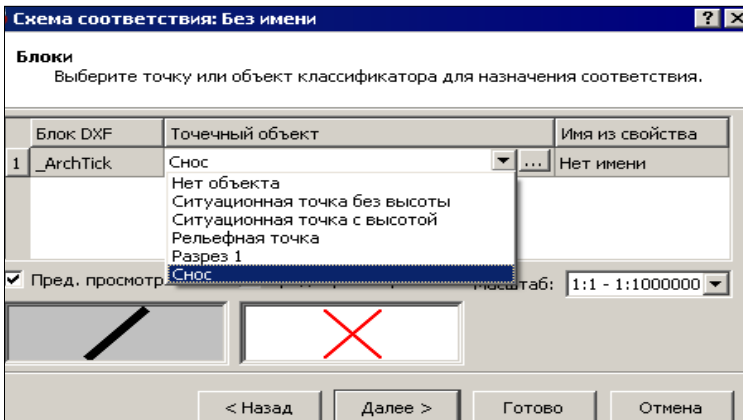

Рис. 7.11
- Для блоков (рис. 7.11) – в виде ситуационной точки (без высоты или с высотой), рельефной точки, точечного объекта классификатора.